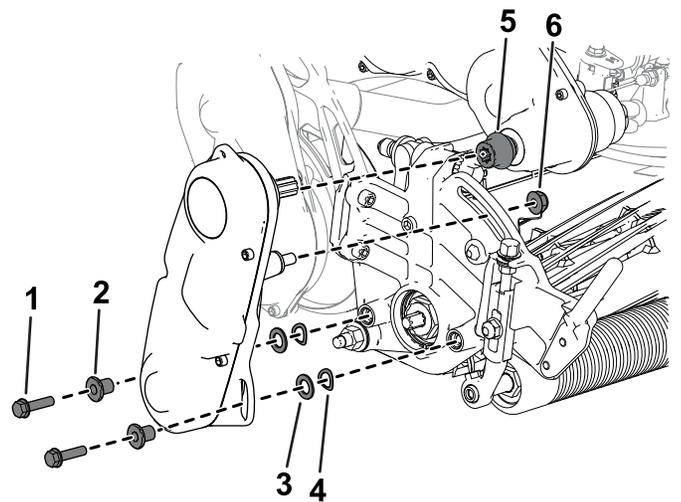

Figure 8
4. Installez le coupleur sur l'arbre d'entraînement de la transmission (Figure 8).
5. Montez le système d'entraînement du cylindre sur l'unité de coupe (Figure 8) à l'aide des fixations retirées précédemment.
6. Assurez-vous que le coupleur (Figure 8) peut coulisser facilement sur l'arbre d'entraînement de la transmission.